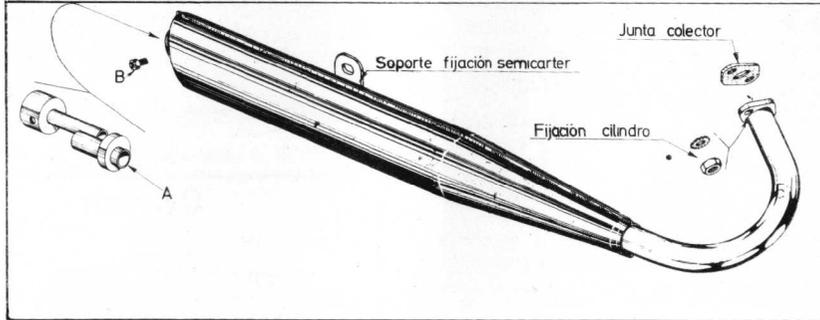

Fig. 19
Desmontar tubo (A) (fig. 19); para ello, quitar el tornillo (B) y extraer el tubo.